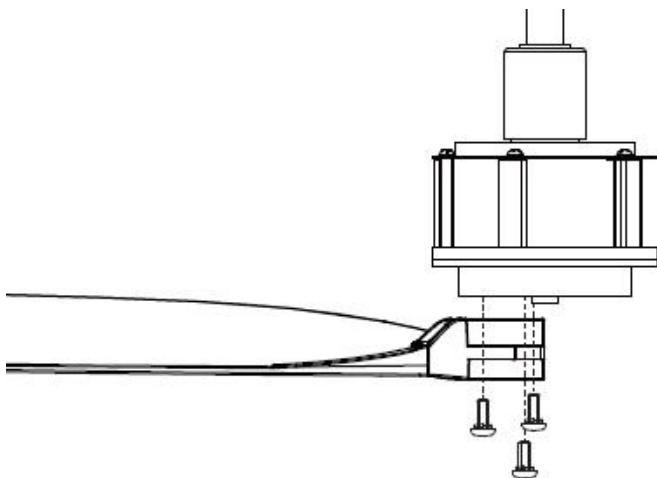

Fig. 7
- Fissare la pala al porta-pala serrando le 3 viti per pala. Fig.7